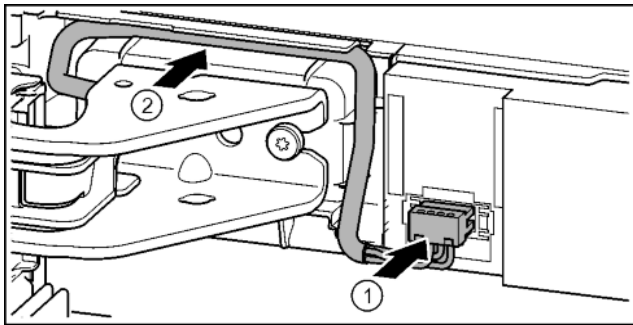

Fig. 33
- ▶ Zaklapněte zástrčku nad horním stojanem ložiska a kabelové prameny opatrně vložte do kanálu. Fig. 33 (1)
- ▶ Šedý kabel opatrně položte ve vedení nad horním stojanem ložiska. Fig. 33 (2)